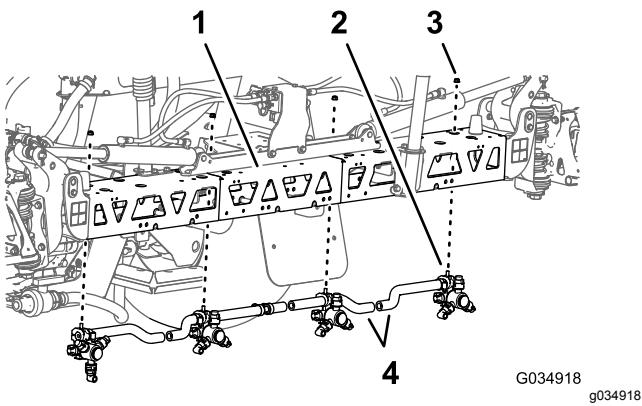

Figura 68
6. Rimuovete il dado di bloccaggio flangiato (5/16") che fissa l'ugello dell'irroratrice al supporto dell'ugello (Figura 68).